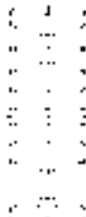

图 8-126 镜像成形
5) 图形镜像。单击“修改”工具栏中的“镜像”按钮, 分别以两条中心线为镜像轴进行镜像操作, 结果如图 8-126 所示。